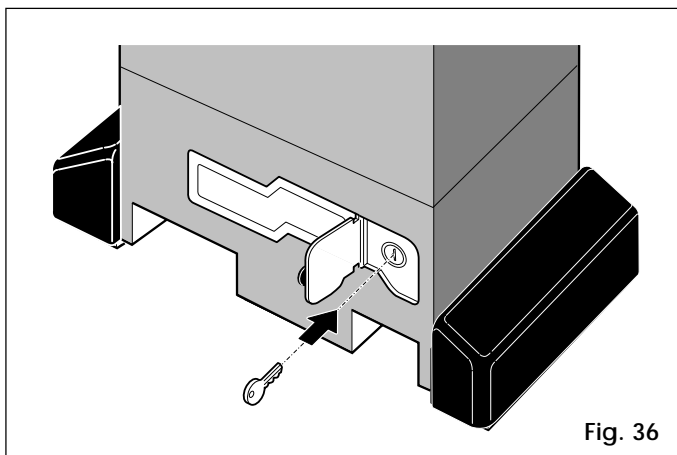

Fig. 36
- 1) Ouvrir le volet de protection et introduire la clé prévue à cet effet dans la serrure (Fig. 36).